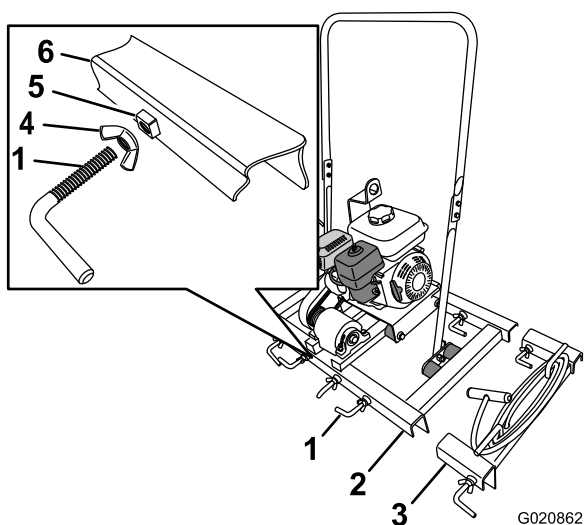

Figura 5
1. Si no están instaladas, enrosque las tuercas de orejeta en el perno en L (Figura 5).
2. Enrosque los pernos en L 2 o 3 vueltas en las tuercas soldadas de los perfiles del bastidor y de los travesaños (Figura 5).